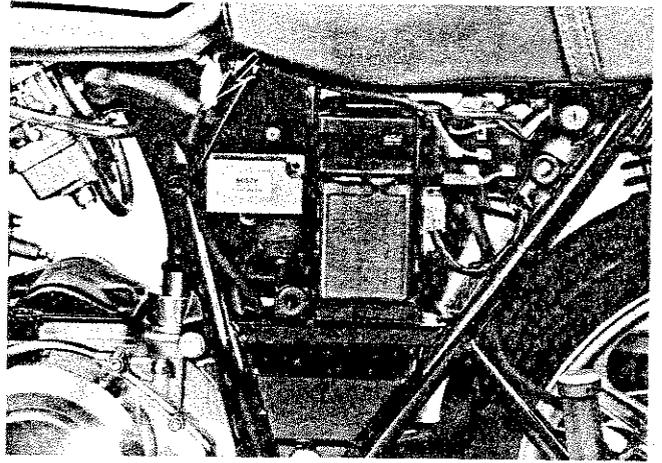

Fig. 103
- 1) Staccare la spina ad innesto obbligato dei fili dei pick-up posta sotto il coperchio della fiancata sinistra nelle vicinanze della parte anteriore della scatola del filtro dell'aria (Fig. 103); liberare i fili dai passaggi nel telaio e dall'occhiello di lamiera posto sotto il motore.
- 1) Disengage the pick-up leads connector located between the left side panel, close to the front side of the air cleaner box (Fig. 103). Remove the leads from the passages in the frame and from the metal band situated at the bottom of the engine.